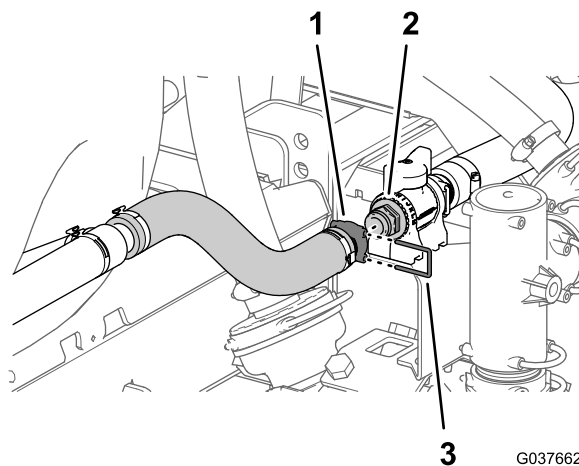

图57
6. 使用随搅拌软管总成提供的卡环将搅拌喷嘴总成的直通宝塔接头安装到搅拌节流阀的快速联轴器上 图57。